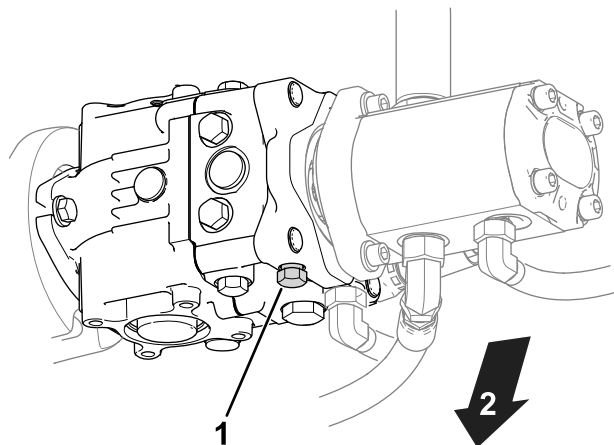

Figure 26
1. Trouvez la vanne de dérivation sur la pompe (Figure 26).